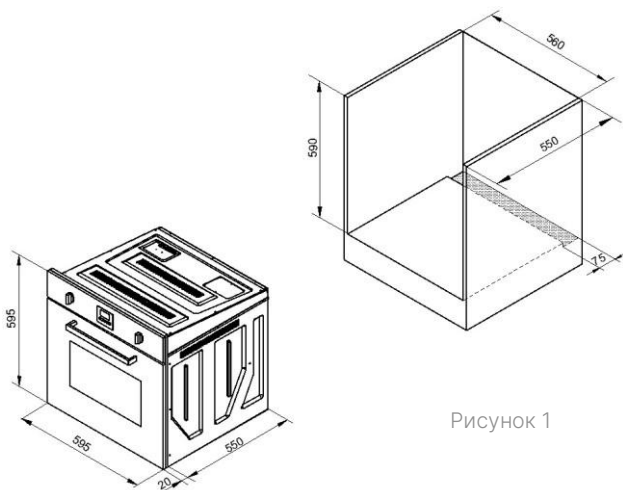
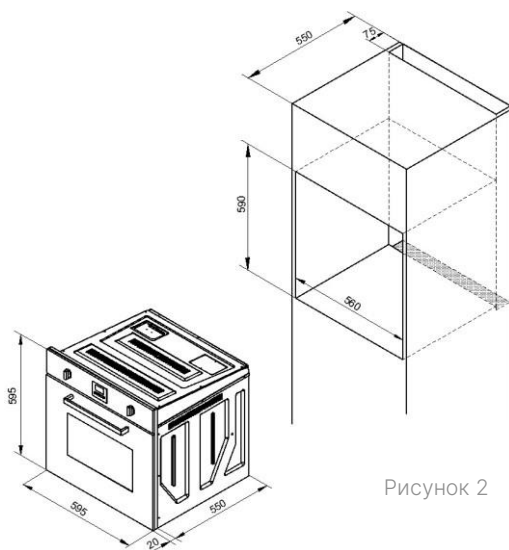

Рисунок 1
Рисунок 2
- Духовой шкаф предназначен для установки в кухонную мебель. Его можно установить либо под столешницей, либо в шкаф-пенал на уровне глаз. Вырежьте проем в кухонной мебели (см. рис. 1 и рис. 2).
- Для обеспечения наибольшей эффективности циркуляции воздуха установку духового шкафа следует выполнять в соответствии с размерами, изображенными на **рис. 1**.